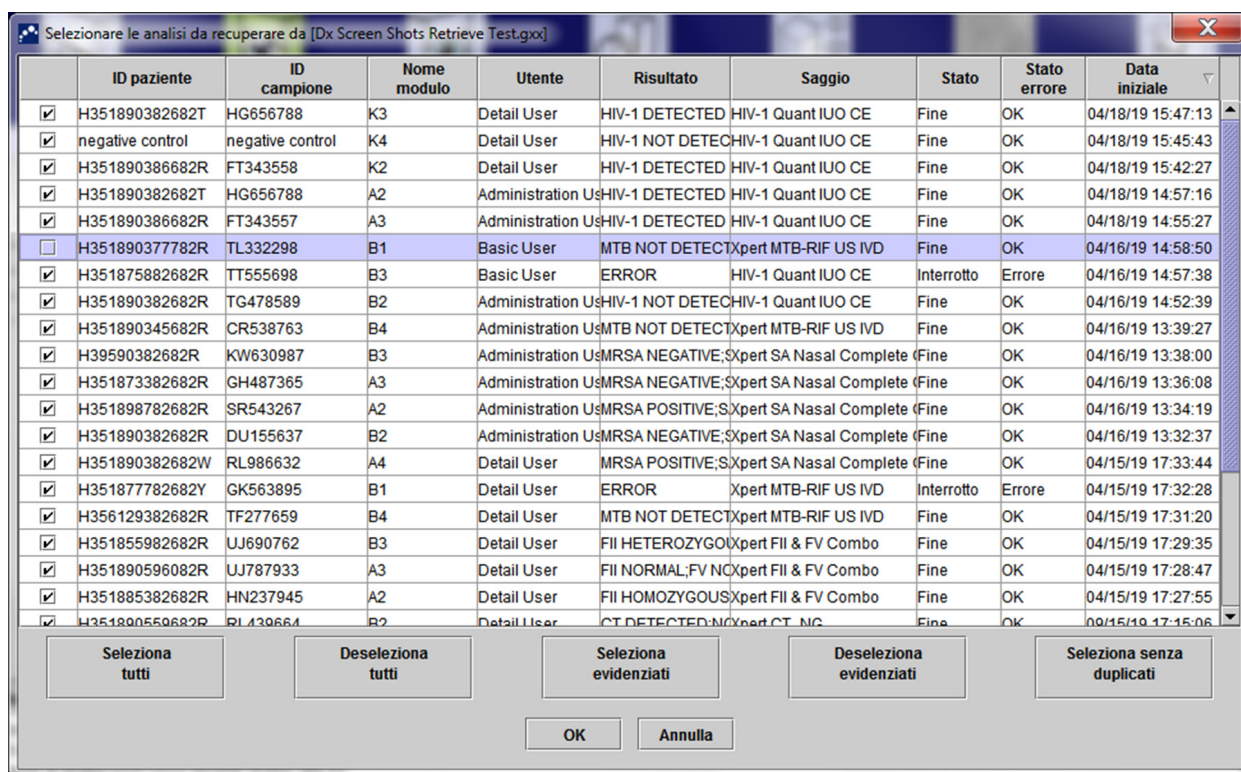
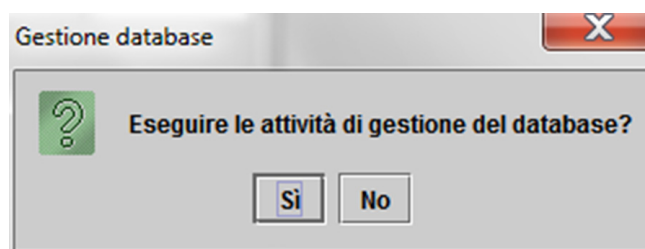

Figura 5-71. Finestra di dialogo Selezionare le analisi da recuperare
Figura 5-72. Finestra di dialogo Gestione database
L'amministratore del sistema GeneXpert Dx specifica se l'utente ha l'autorizzazione per le attività di gestione dei dati. Vedere la sezione 2.13, Definizione degli utenti e delle autorizzazioni. Per modificare le autorizzazioni in modo da soddisfare le proprie esigenze, consultare l'amministratore del sistema GeneXpert Dx. Se i **Promemoria per la gestione del database** sono abilitati, all'avvio del sistema all'utente viene chiesto se desidera eseguire la gestione dei dati. La richiesta viene visualizzata solo se l'utente ha i privilegi per eseguire tali attività. Se l'utente non ha tali privilegi o se i **Promemoria per la gestione del database** sono disabilitati, tale richiesta non viene visualizzata. Vedere la Figura 5-71.
8. Se non si desidera eseguire le attività di gestione del database, fare clic su **No** nella finestra di dialogo Database Management (Gestione database) (vedere la Figura 5-71) e passare alla Sezione 5.2.3.2, Promemoria di archiviazione scaduta.
Se si desidera eseguire le attività di gestione del database, fare clic su **Sì** nella finestra di dialogo Gestione database (vedere la Figura 5-71). Verrà visualizzata la finestra di dialogo Gestione database. Vedere la Figura 5-72.
1. Selezionare **Backup database** nella finestra Gestione database (vedere la Figura 5-72).